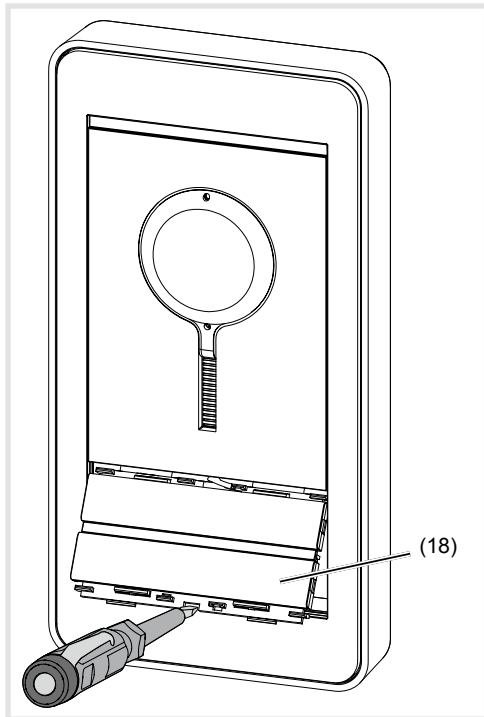

Bild 19: Demontage Ruftaster-Modul Aufsatz
- Ruftaster-Modulaufsatz mit einem Schraubendreher, der in die Hebelöffnung eingesetzt wird, öffnen und nach vorne ziehen (Bild 19).